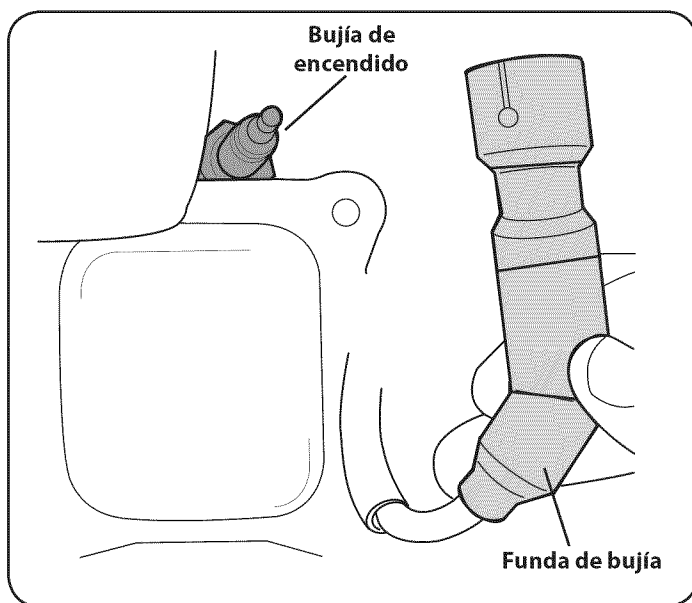

Figura 12
1. Retire la funda de la bujía y utilice una llave para bujías para extraerla, Figura 12.